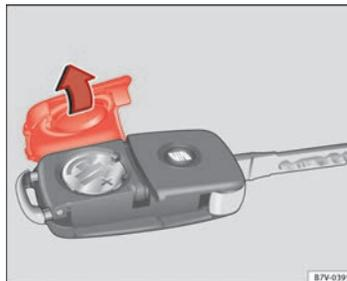

Abb. 15 Fahrzeugschlüssel: Deckel für Batterie mehrfach öffnen.
- Abdeckung auf der Rückseite des Fahrzeugschlüssels ⇒ **Abb. 15** in Pfeilrichtung abnehmen ⇒ .
- Abdeckung wie gezeigt ansetzen ⇒ **Abb. 15** und entgegen der Pfeilrichtung auf das Fahrzeugschlüsselgehäuse drücken bis sie einrastet.